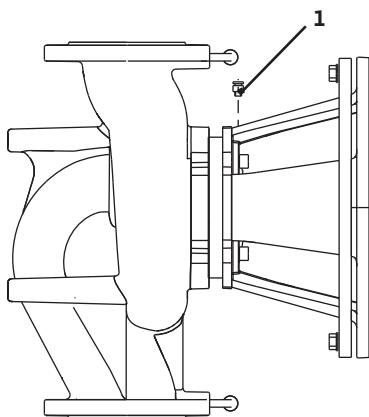

Fig. 37: Ilmanpoistoveniili
- Ilmaa pumput avaamalla ilmanpoistoveniilit (Fig. 37, kohta 1). Kuivakäynti rikkoo pumpun liukurengastiivisteeseen. Paine-eroanturia ei saa ilmata (rikkoutumisen vaara).